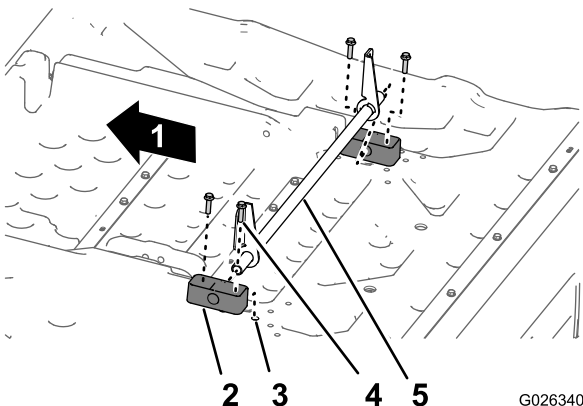

Figura 9
2. Insira a extremidade do tubo do conjunto do suporte de articulação no bloco de articulação (Figura 9).
3. Instale o outro bloco de articulação na outra extremidade do tubo do suporte de articulação (Figura 9).
4. Na **nova** caixa de carga, alinhe os orifícios de um novo bloco de articulação às inserções roscadas na caixa, anexe o bloco com os 4 parafusos de cabeça sextavada (3/8 x 1-1/2 pol.) e aperte os parafusos à mão (Figura 9).